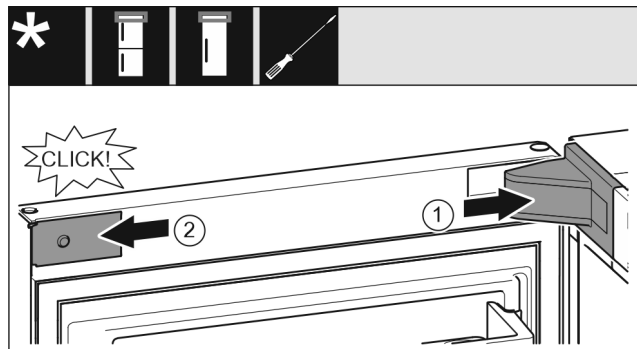

Fig. 59
- ▶ Stavite pokrov podloška ležaja Fig. 59 (1) i pustite ga da se uglati, po potrebi ga oprezno razdvojite.
- ▶ Postavite masku Fig. 59 (2) bočno i uglatite je.